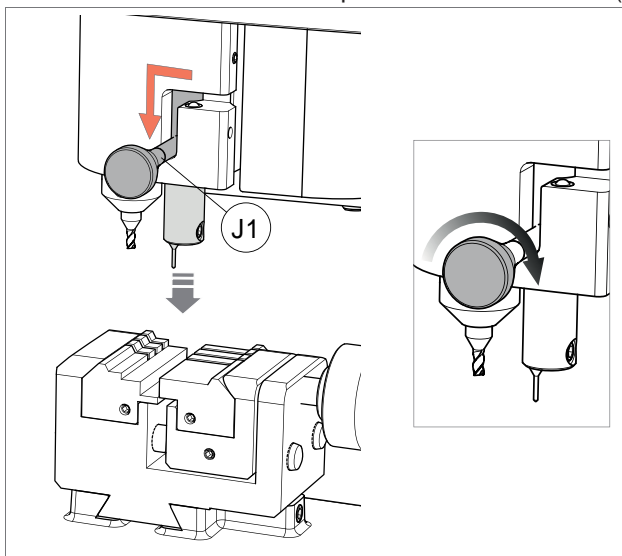

Fig. 33
- **ACTIVATING THE TRACER 01T (Fig. 33)**